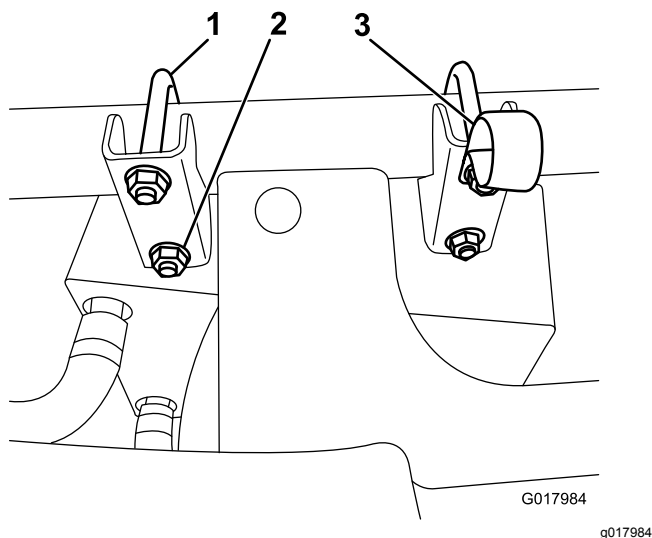

Рисунок 4
2. Присоедините обогреватель в сборе с кронштейном к передней трубе рамы, используя U-образные болты и фланцевые гайки (Рисунок 4).
3. Прикрепите R-образный хомут под верхней гайкой, ближайшей к центру машины (Рисунок 4).